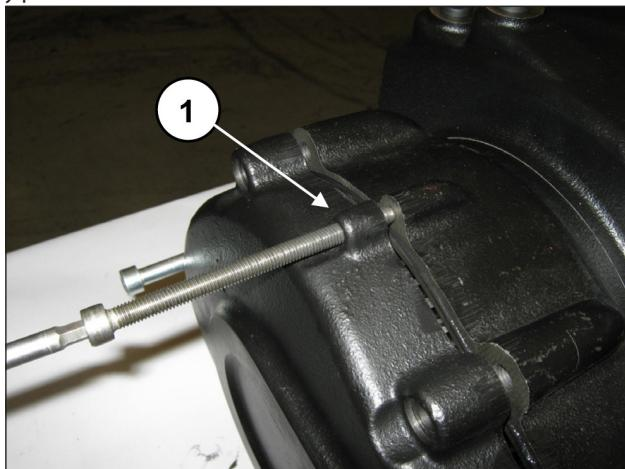

Fig. 6
Apretar gradualmente los 3 tornillos M8 (pos. ①, Fig. 6) que se están utilizando como extractores y desmontar el grupo tapa y piñón